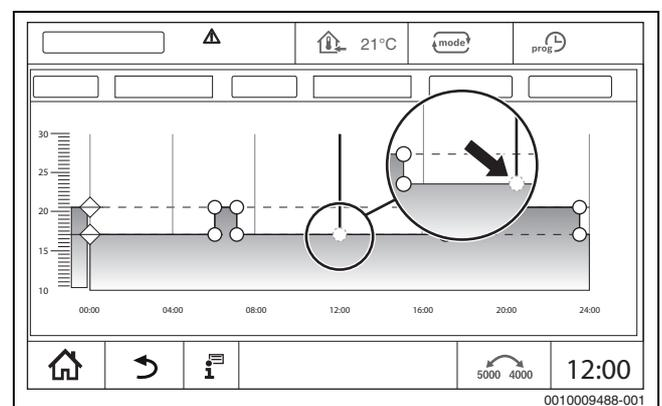

Bild 26 Schaltpunkt einfügen
- ▶ Schaltpunkt (→ Bild 26, Seite 23) antippen und auf die Temperaturlinie des Absenkbetriebs ziehen.